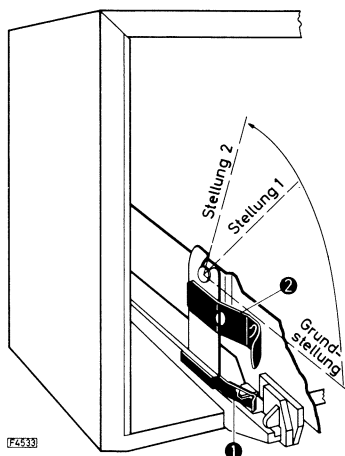

Fig. 1
Rastfeder ❶ Fig. 1 an der linken und rechten Chassisseite austragen und Chassis nach hinten bis zum Anschlag herausziehen.